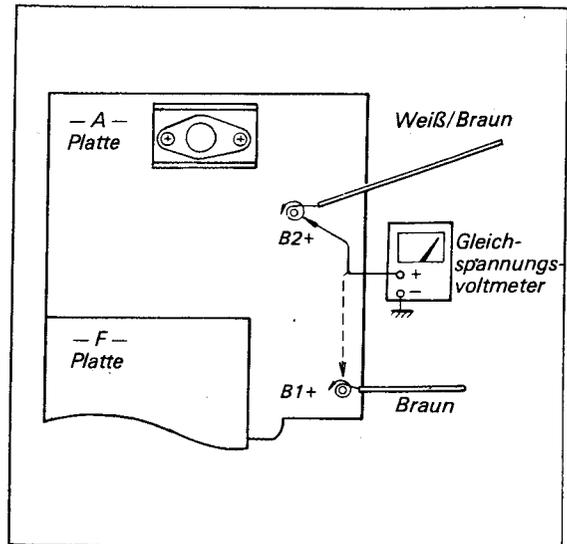

Fig. 3-2. Prüfung der Spannungsversorgung
1. Das Gleichspannungsvoltmeter gemäß Fig. 3-2 zwischen B1+ oder B2+ und Masse der Platte "A" legen. Folgende Werte sollten angezeigt werden: